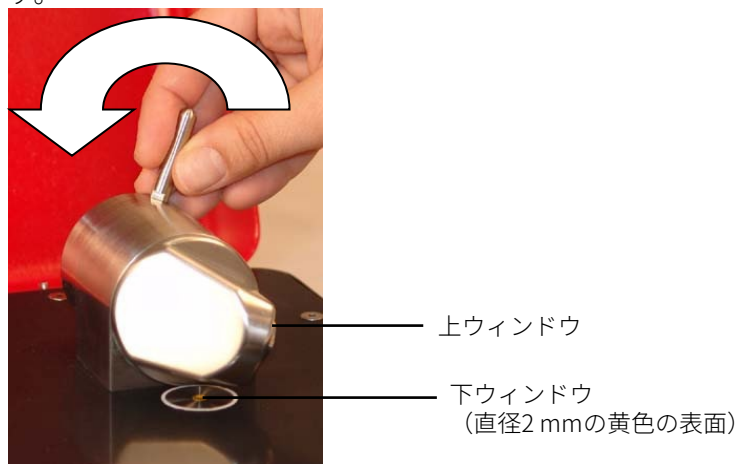

図3：アクセサリ・ウィンドウが上を向いた状態の TumblIR
サンプルのロード／クリーニング・モードでは、アクセサリ・ウィンドウが上を向くようにTumblIRが回転します（図3を参照）。この位置にあると、サンプル・マウント領域に簡単にアクセスできるため、サンプルのロードや、次のサンプルを分析する前のサンプリグ表面のクリーニングが容易です。
- 2 最初に上ウィンドウをクリーニングし、次に下マウント・ウィンドウをクリーニングします（図3を参照）。
- 1 アームを反時計回りに回してサンプリング・デバイス（TumbIIR）を開きます（図3を参照）。
サンプルのロード／クリーニング・モードでは、アクセサリ・ウィンドウが上を向くようにTumbIIRが回転します（図3を参照）。この位置にあると、サンプル・マウント領域に簡単にアクセスできるため、サンプルのロードや、次のサンプルを分析する前のサンプリング表面のクリーニングが容易です。
- 2 最初に上ウィンドウをクリーニングし、次に下ウィンドウをクリーニングします（図3を参照）。